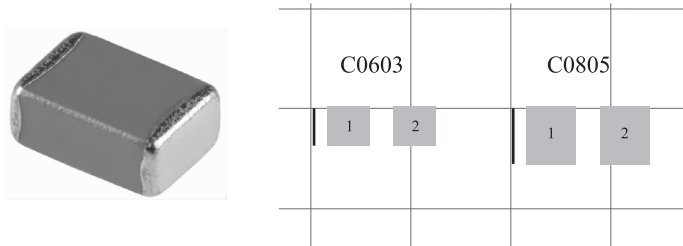

图 1-32 采用 CC1608-0603、CC2012-0805 封装安装指示图
(10) 如图 1-32 所示，将表面贴装电容安装在表贴焊接线路板对应位置，对应封装名为 CC1608-0603、CC2012-0805，注意安装时焊盘间距选择。